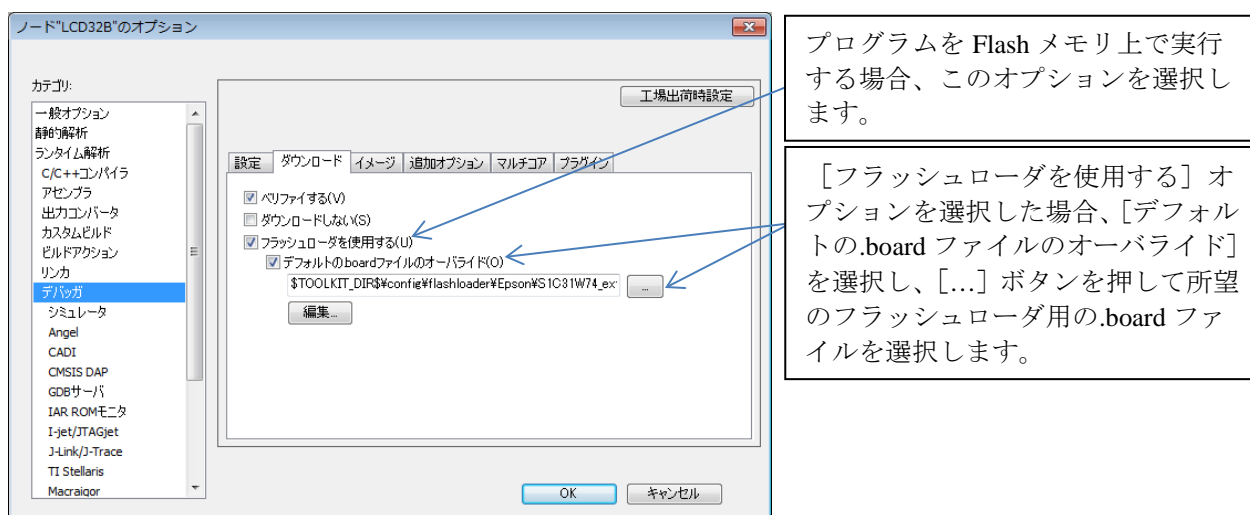

図 2.3.5.1 フラッシュローダの設定
- 表示されたダイアログの [カテゴリ] リストから [デバッグ] を選択します (図 2.3.5.1)。
- [ダウンロード] タブを選択します (図 2.3.5.1)。
- [フラッシュローダを使用する(U)] のチェックを無効にします (図 2.3.5.1)。
- [フラッシュローダを使用する(U)] のチェックを有効にします (図 2.3.5.1)。
- [デフォルトの.board ファイルのオーバーライド] のチェックを有効にします (図 2.3.5.1)。
- [...] ボタンをクリックし、.board ファイルとして“S1C31D01\_int.board”を選択します (図 2.3.5.1)。